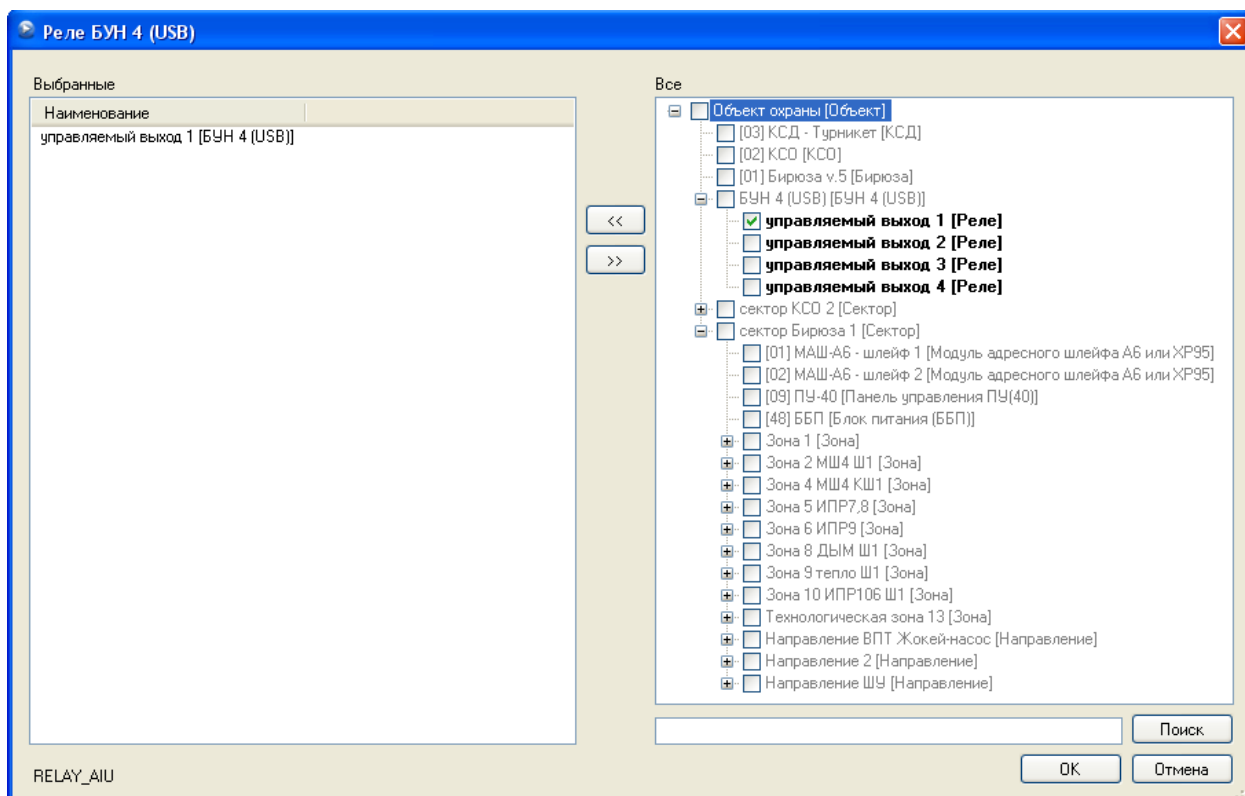

Рис. 53
- **Выбор элементов** – отображается экранная форма для выбора элементов, как показано на рис. 53.